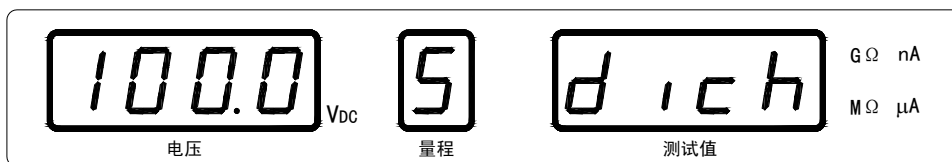

图 3-1 放电状态
- a. 放电状态（图 3-1）下按键 **设定/确认**，进入设定状态主菜单。